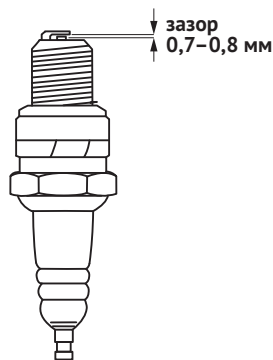

Рис. 16
3. Осмотрите свечу, очистите контакты проволочной щеткой. При помощи специального щупа измерьте зазор между электродами, его величина должна составлять 0,7–0,8 мм (рис. 16). Регулируя положение отрицательного электрода, установите требуемый зазор.